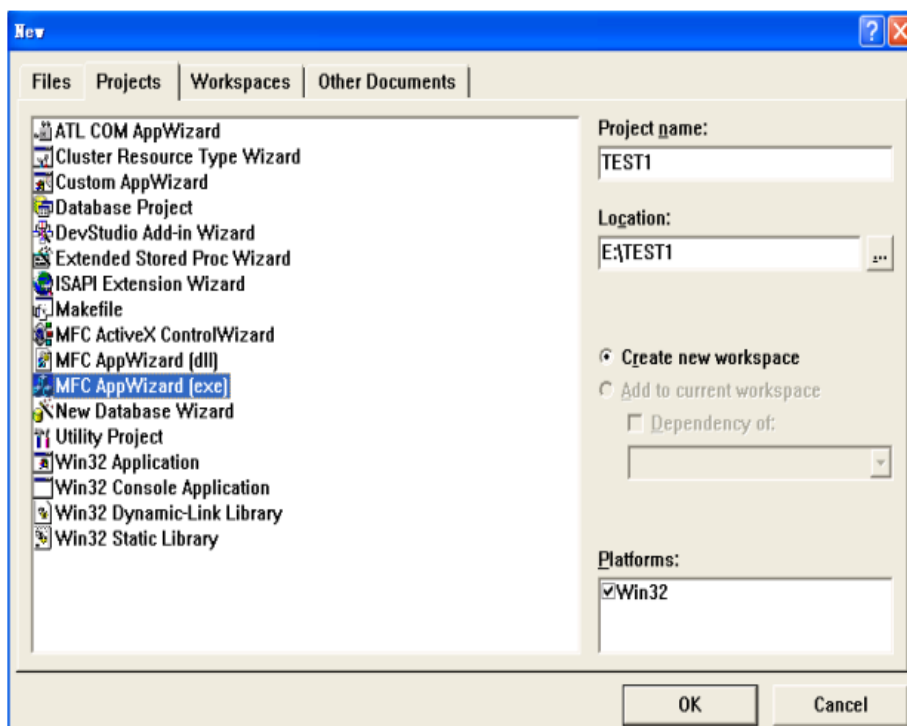

图 6-1 创建新工程
- (1) 打开 Visual C++ 6.0;
- (2) 新建一个工程;
- (3) 选择 MFC APPWizard(exe);
- (4) 选择工程保存路径, 如: E:\;
- (5) 输入工程名, 如: test1。如图 6-1: